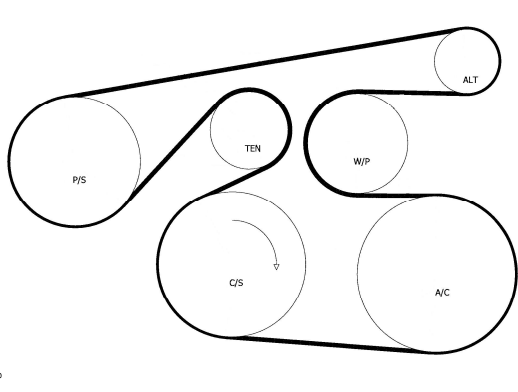

Fig 1
3. Take note of the under hood belt routing diagram. If missing, refer to Fig 1.
10. Install serpentine belt around each pulley except the alternator pulley. Now rotate the tensioner in the clockwise (down) direction and slip the belt on to the alternator pulley. While holding the tensioner in clockwise direction, remove and discard the locking pin in the tensioning strut. Slowly allow tensioner to move in the counter clockwise (up) direction until the belt is tensioned. **Note: Refer to Figure 1 or under hood sticker for proper belt routing. Check and ensure that belt ribs are properly seated in all the pulley grooves.**
3. Noter le schéma de routage de la courroie sous le capot. Si celui-ci est manquant, référez-vous à la fig. 1.
10. Installer la courroie multifonction autour de chaque poulie sauf la poulie de l'alternateur. À présent, faire pivoter le tendeur en sens horaire (vers le bas) et glisser la courroie sur la poulie de l'alternateur. Tout en tenant le tendeur en sens horaire, enlever et jeter la goupille de verrouillage de la jambe de tensionnage. Laisser le tendeur se déplacer lentement en sens antihoraire (vers le haut) jusqu'à ce que la courroie soit tensionnée. **Remarque : Se référer à la figure 1 ou à l'autocollant sous le capot pour le cheminement de la courroie. Vérifier et s'assurer que toutes les nervures de la courroie sont bien en place dans les gorges de poulies.**